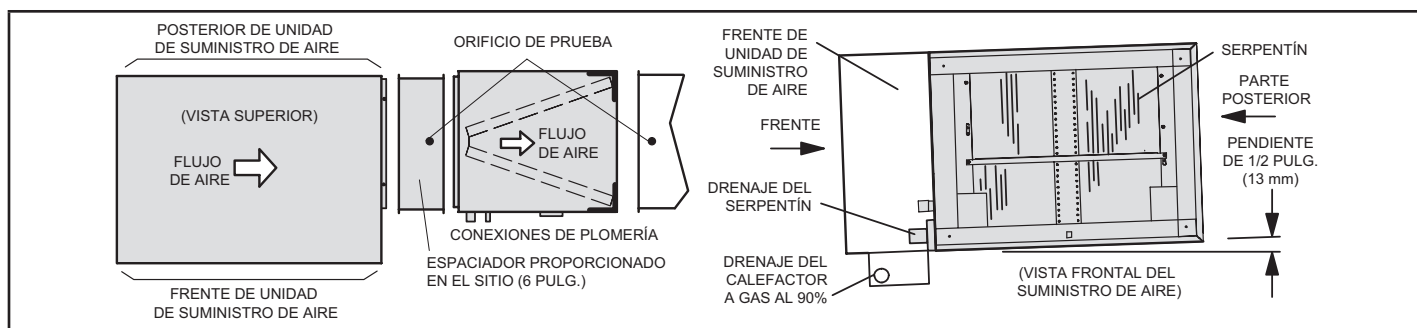

FIGURA 5. Descarga de aire a la derecha con espaciador
- 2 - Descarga de aire a la derecha con espaciador suministrado en el sitio: el serpentín debe tener una pendiente de 1/2 pulg. desde la parte trasera del gabinete hasta el drenaje. Coloque el serpentín en la configuración de izquierda a derecha en el lado de acceso para servicio del calefactor. Inserte un espaciador suministrado en el sitio entre el calefactor y el serpentín. Utilice tornillos suministrados en el sitio para fijar la carcasa del serpentín, el espaciador y el calefactor. El espaciador debe tener una longitud tal que deje espacio para una instalación adecuada (aproximadamente 6 pulg. como mínimo). Ver la Figura 5.
Conecte la línea de líquido adquirida en el sitio del tamaño adecuado al extremo como se muestra en la figura 5 usando uno de los siguientes procedimientos: